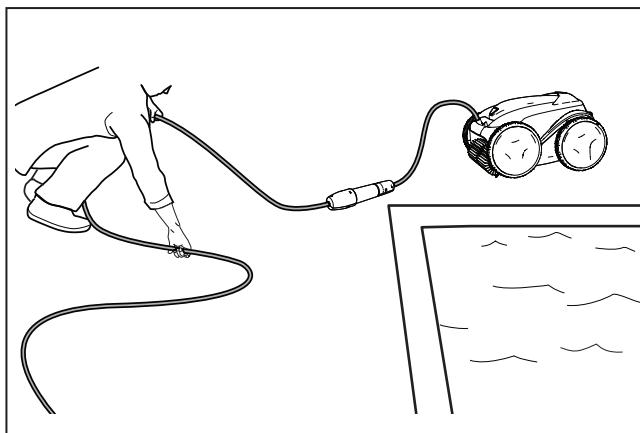

Figure 26. Démêlement du câble flottant
2. En commençant par la tête du nettoyeur, démêlez toutes les boucles et tous les nœuds dans le câble (Figure 26). Disposez le câble au soleil pour assouplir toutes les formes d'emmêlement.